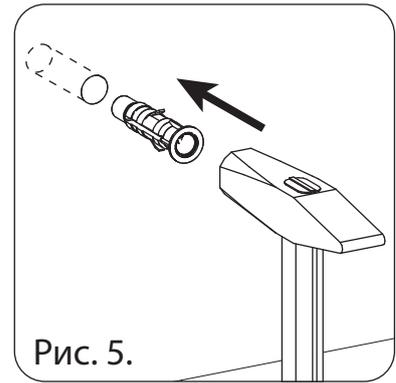

Рис. 5.
2. Вращением регулировочного колеса 2, расположенного ближе к центру ящика, отрегулируйте ящик в горизонтальном направлении (см. рис. 5).
1. Вращением регулировочного колеса 1, отрегулируйте ящик в вертикальном направлении (см. рис. 5).